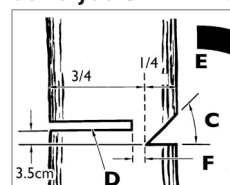

Fig. 10B
**⚠ ATENCIÓN:** Nunca camine frente a un árbol con la muesca ya cortada. Realice el corte definitivo (D) desde el lado contrario del árbol y a entre 3 y 5 cm. por encima del borde de la muesca (C) (Fig. 10B).